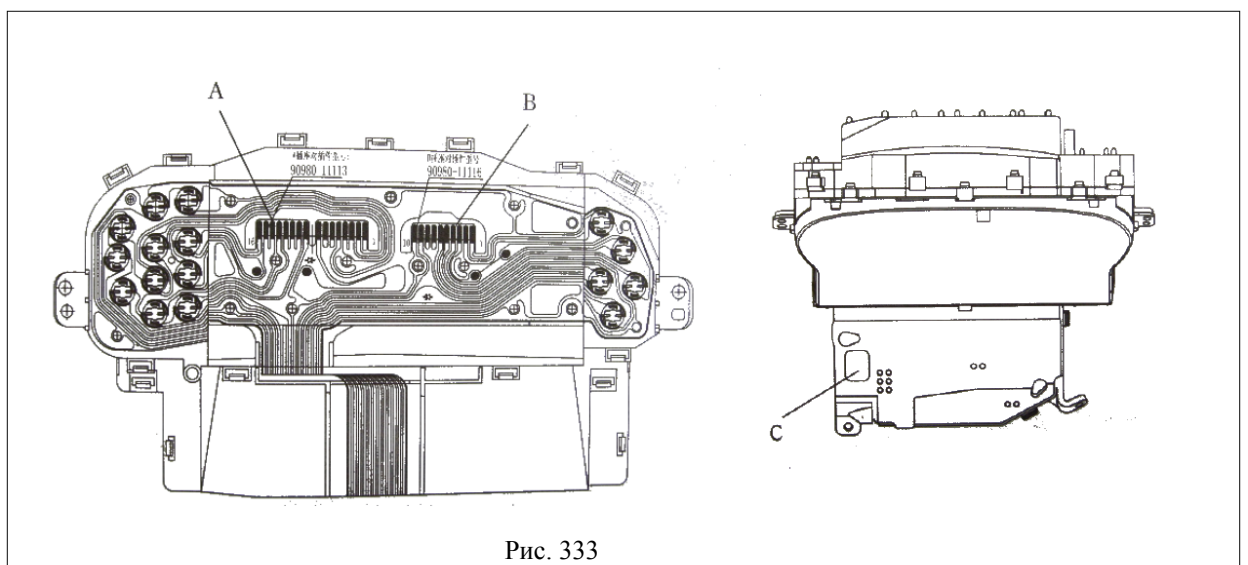

Рис. 333
2. Описание соединительного гнезда цифровых комбинированных инструментов.(рис. 333)